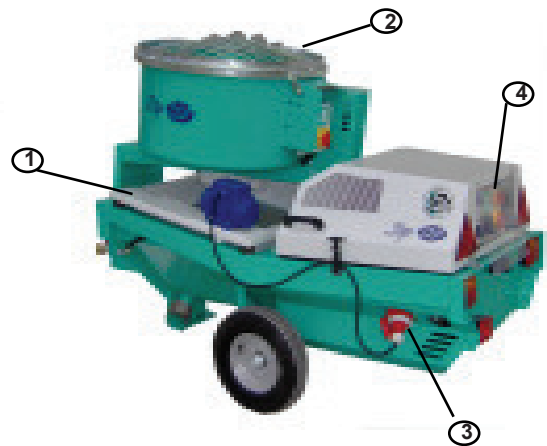

FIG. 2
STEP 120 también puede equiparse con una mezcladora planetaria opcional (12) para preparar de modo rápido y eficaz morteros convencionales o premezclados, realizando así una unidad autónoma integrada de mezclado y bombeo.
- VIBROTAMIZ (fig. 2)